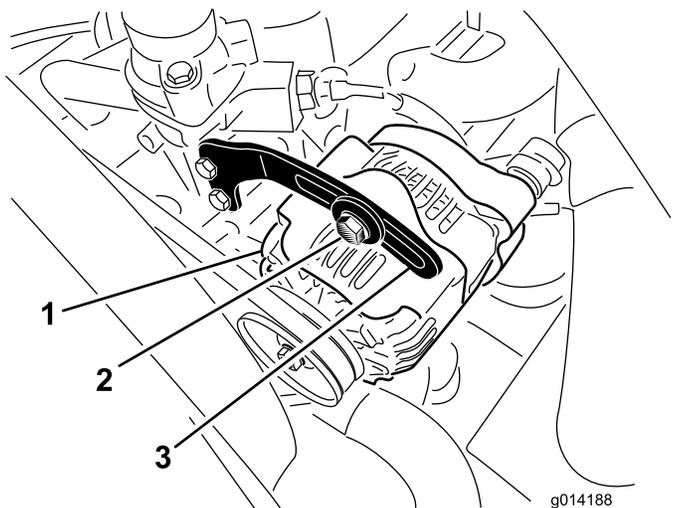

Figure 47
2. Contrôlez la tension de la courroie d'alternateur (Figure 47) en exerçant une force de 10 kg (22 lb) à mi-distance entre les poulies d'alternateur et de vilebrequin.
3. Desserrez le boulon qui fixe le renfort à l'alternateur (Figure 47), et le boulon de pivot d'alternateur.